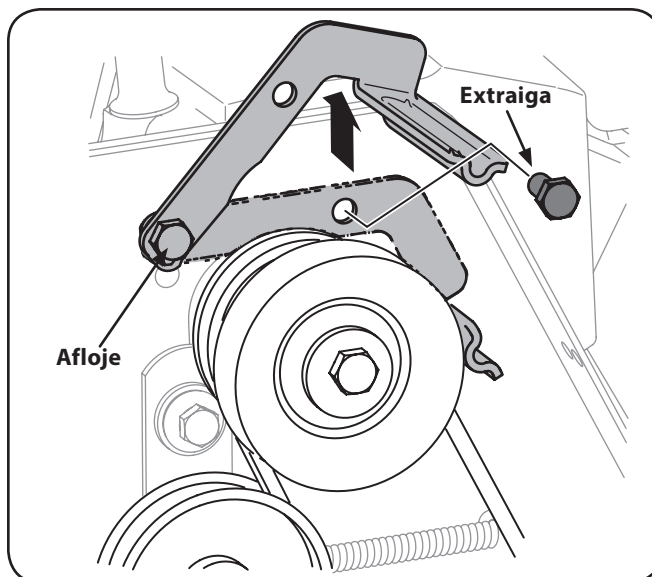

Figura 7-3
3. Afloje el perno que se muestra en la Figura 7-3 que sujeta la ménsula del guardacorrea y retire el otro perno. Empuje la ménsula del guardacorrea hacia arriba para sacarla de la polea del motor.